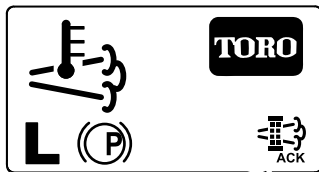

Bild 58
8. Im InfoCenter wird der Homebildschirm angezeigt; das Symbol für die Bestätigung der Regenerierung (Bild 58) wird unten rechts auf dem Bildschirm angezeigt, wenn die Regenerierung ausgeführt wird.